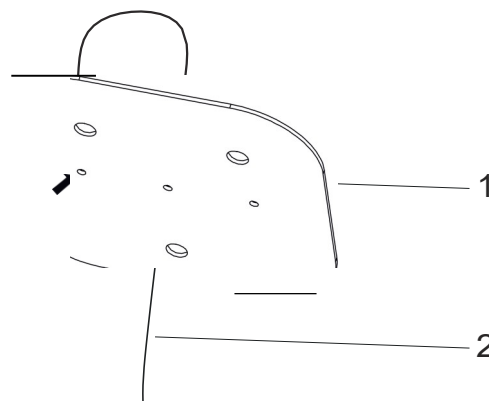

Fig. 8
2. ➔ Tryck stålvajern genom lyftplattan som visas i figuren (Fig. 8).